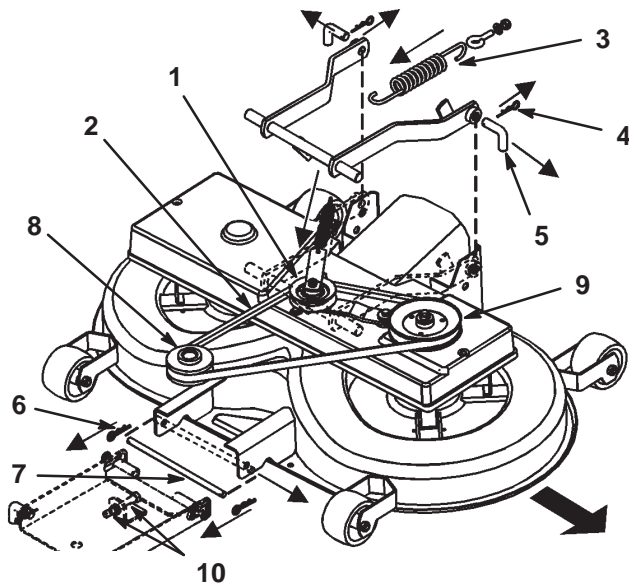

Bild 36
- Ziehen Sie den Spannarm nach innen. Nehmen Sie den Keilriemen von der Scheibe ab (Bild 36).
- Nehmen Sie die Feder vom Schalthebel ab (Bild 36).
- Entfernen Sie die zwei Splintclips von den zwei hinteren Stiften und nehmen Sie die Stifte ab (Bild 36).
- Entfernen Sie den Splintclip vom vorderen Stift und nehmen Sie den Stift ab (Bild 36).
- Entfernen Sie den Keilriemen von der Motorriemenscheibe (Bild 36).
- Entfernen Sie den Keilriemen und den Antriebsarm (Bild 36).
7. Drehen Sie den unteren Stift der Einstellung für die vordere Aufhängung in die untere Stellung der geschlitzten Löcher. Stellen Sie hierfür die 2 Muttern (M12) an der vorderen Aufhängung ein (Bild 36).